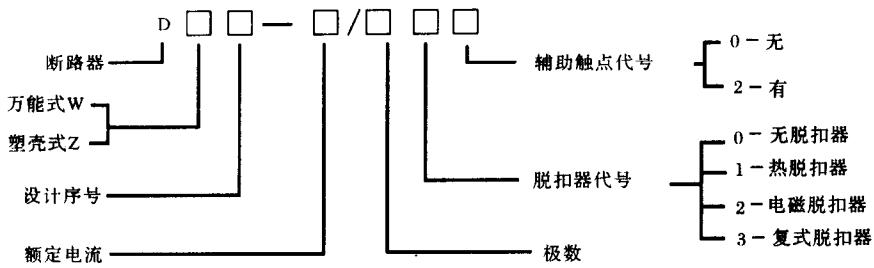

图 1.8 自动空气开关型号含义
- (1) 型号含义：自动空气开关型号含义见图 1.8。
- (2) 技术参数：自动空气开关技术参数见表 1-5。